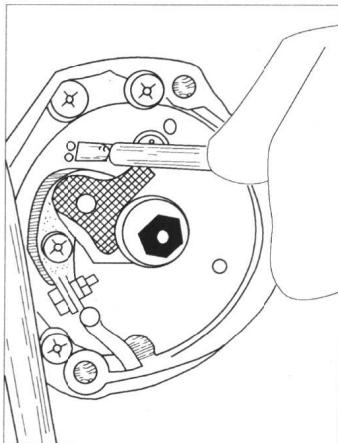

图 1-6 移动固定触点底板
(6) 将螺丝刀插入撬动槽, 如图 1-6 所示, 然后根据需要移动固定触点, 以调整断电器触点的间隙。